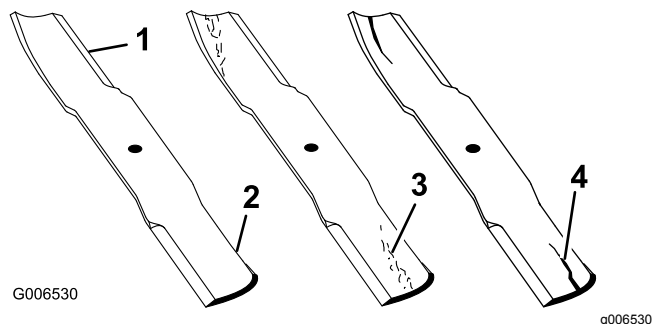

Figure 74
1. Examinez le tranchant des lames (Figure 74).
- Remplacez immédiatement toute lame fendue, usée ou qui présente une entaille sur cette partie (Figure 74).